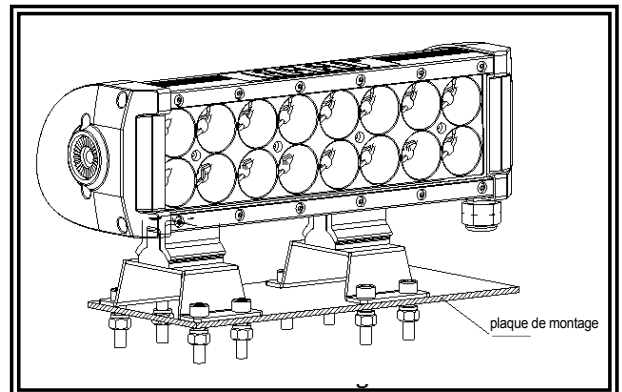

Figure 5
3. Insérez le boulon hexagonal à travers le support et la plaque de montage, posez le méson à ressort, puis serrez l'écrou. Voir Figure 5.